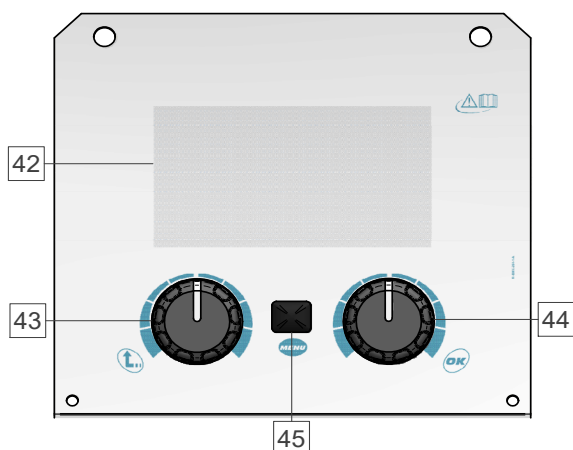

Bild 8
- PRO (Bild 8)
- Välj en av vyerna (Basic - Bild 7 PRO - Bild 8).